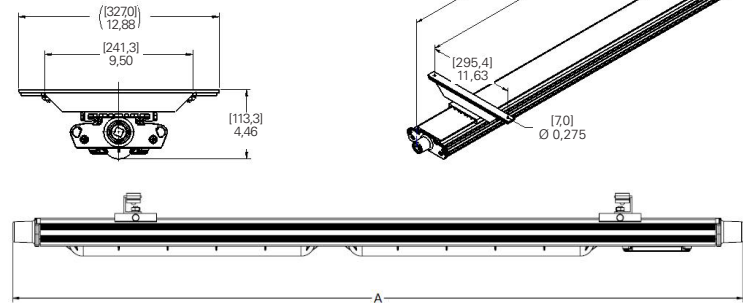

Figure 6 : Trousse de montage MagnaPro DP1050MTK
3. Marquer et percer des trous pour installer les supports sur le mur ou le plafond à l'aide de deux boulons de 1/4 po (non inclus). Pour que les trous des supports MagnaPro soient espacés correctement, il est recommandé de les séparer d'au moins 12 po (305 mm) (voir figure 6).